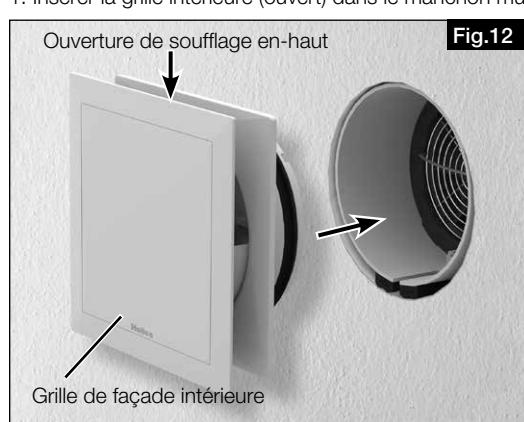

Fig.12
La grille intérieure est complètement ouverte à la livraison et l'ouverture de soufflage se trouve **en haut** (voir fig.12).
1. Insérer la grille intérieure (ouvert) dans le manchon mural. (voir fig.12).